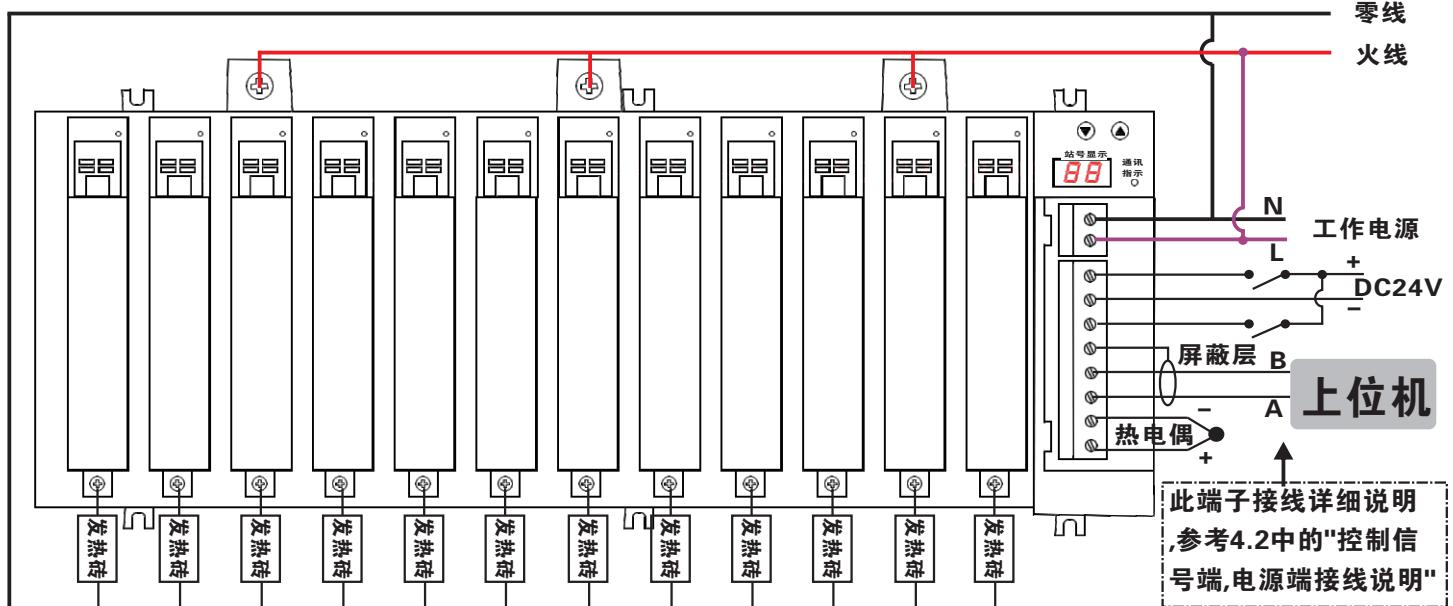

图4:单相220VAC接线图例
- 4.4.1:如图4所示,三相四线控制接法时, "L1进线"、"L2进线"、"L3进线"分别接入三相电的火线,输出1到输出15则直接接15个负载(如发热砖),负载的另端并接到零线即可,且需确保调整器工作电源零线与机器进线的零线一致,(注意:负载功率不得超过产品所标额定值);